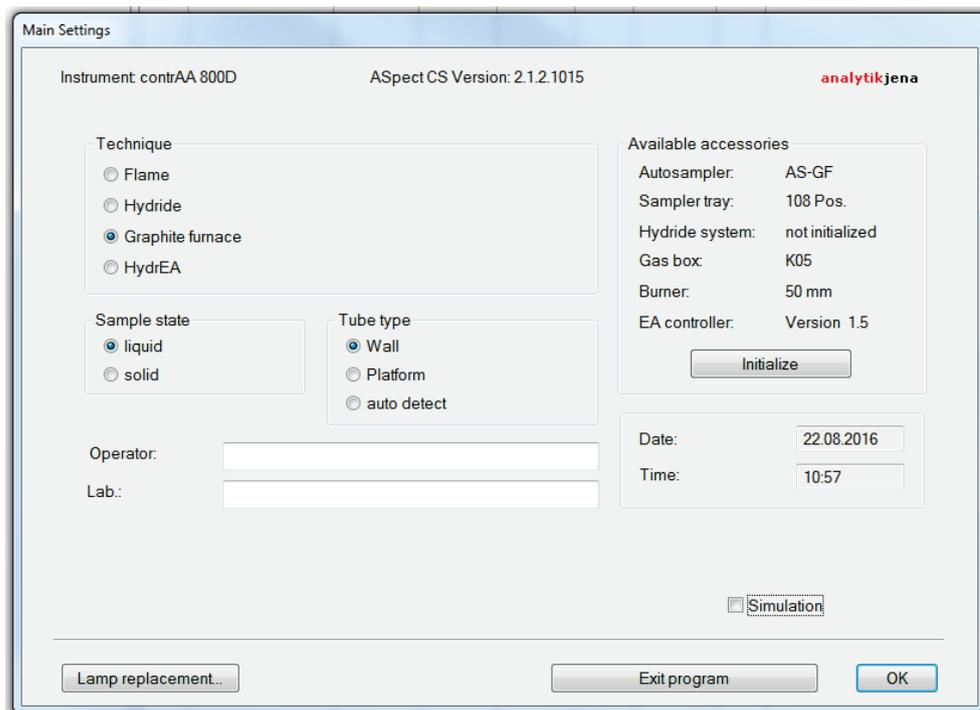

Fig. 35 Ventana MAIN SETTINGS de ASpect CS
1. Abra el horno de tubo de grafito con el botón [OPEN FURNACE] en la ventana FURNACE /CONTROL (Fig. 35 pág.58).